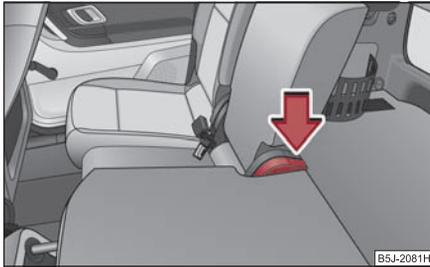

Abb. 72 Sitzlehne zurückklappen
- Drücken Sie den Hebel ⇒ Abb. 72 und klappen Sie die Sitzlehne zurück. Überzeugen Sie sich, dass die Sitzlehne eingerastet ist.